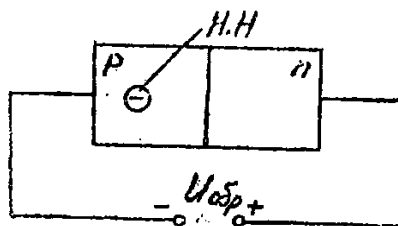

Рисунок 2 – Обратное включение p-n – перехода
3.2.3. Отметьте теперь на своем рисунке, какое вы получили включение источника питания $U_{пр}$ или $U_{обр}$ (рисунок 2).